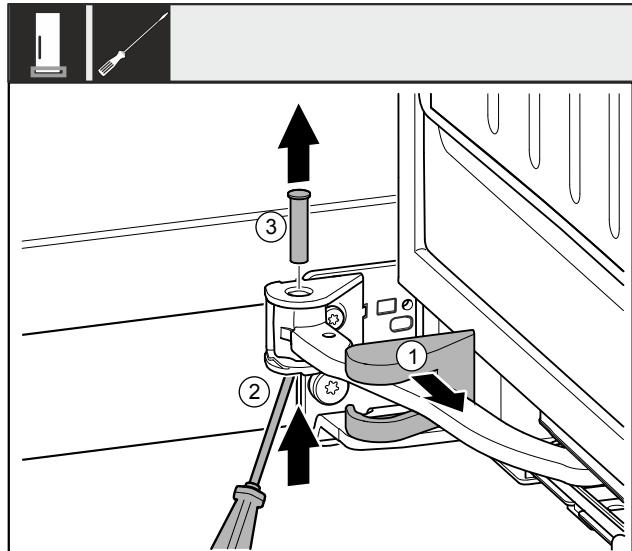

Fig. 10
- ▶ 卸下托架盖 Fig. 10 (1)并沿着铰链移动。
- ▶ 将螺栓 Fig. 10 (2)用螺丝刀从下方提起。
- ▶ 从上方拉出螺栓 Fig. 10 (3)。